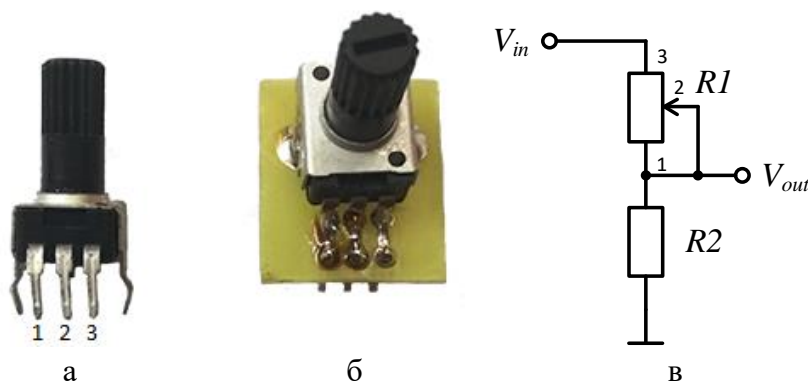

Рисунок 9.4 — Змінний резистор (а), модуль на його основі (б) та приклад схеми його включення (в).
Для регулювання електричних параметрів кіл використовують змінні резистори (рис. 9.4а), опір між рухомим контактом 2 та нерухомими контактами 1 та 3 змінюється в залежності від положення рухомого контакту.
На рис. 9.4в показано один зі способів включення змінного резистора, тобто коли один з бічних виводів резистора з'єднаний з виводом центрального рухомого контакту. При такому включенні опір між виводом 3 та з'єднаними між собою 1 та 2 змінюється в залежності від положення рухомого контакту від мінімального до максимального (максимальний опір змінного резистора вказується на його корпусі).
8. Визначити номінал змінного резистора, який Вам видали, та підібравши найбільш схожий серед наявних резисторів зібрати схему дільника згідно з рис. 9.4в.